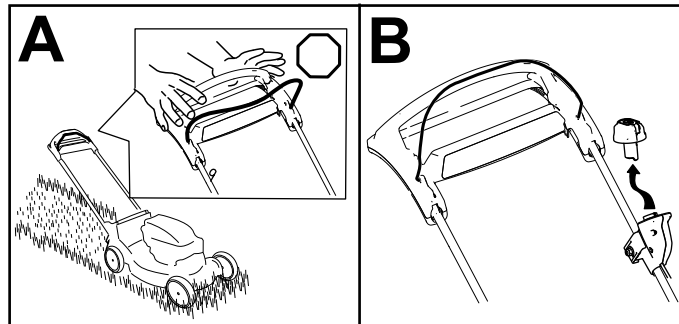

Figura 16
1. Eliberai bara de comandă pentru lamă (A din Figura 16).
2. Îndepărtați butonul de pornire electrică de la comutatorul de pornire electrică (B din Figura 16).